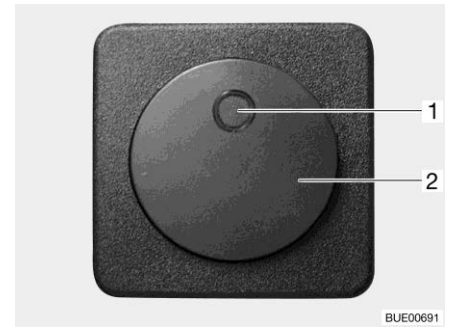

Bild 234 Brytare för elektrisk golvvärme
- Tryck på vippkontakten (Bild 234,2). Kontrollampen på brytaren (Bild 234,1) lyser.
- Tryck på vippkontakten (Bild 234,2). Kontrollampen på brytaren (Bild 234,1) slocknar.